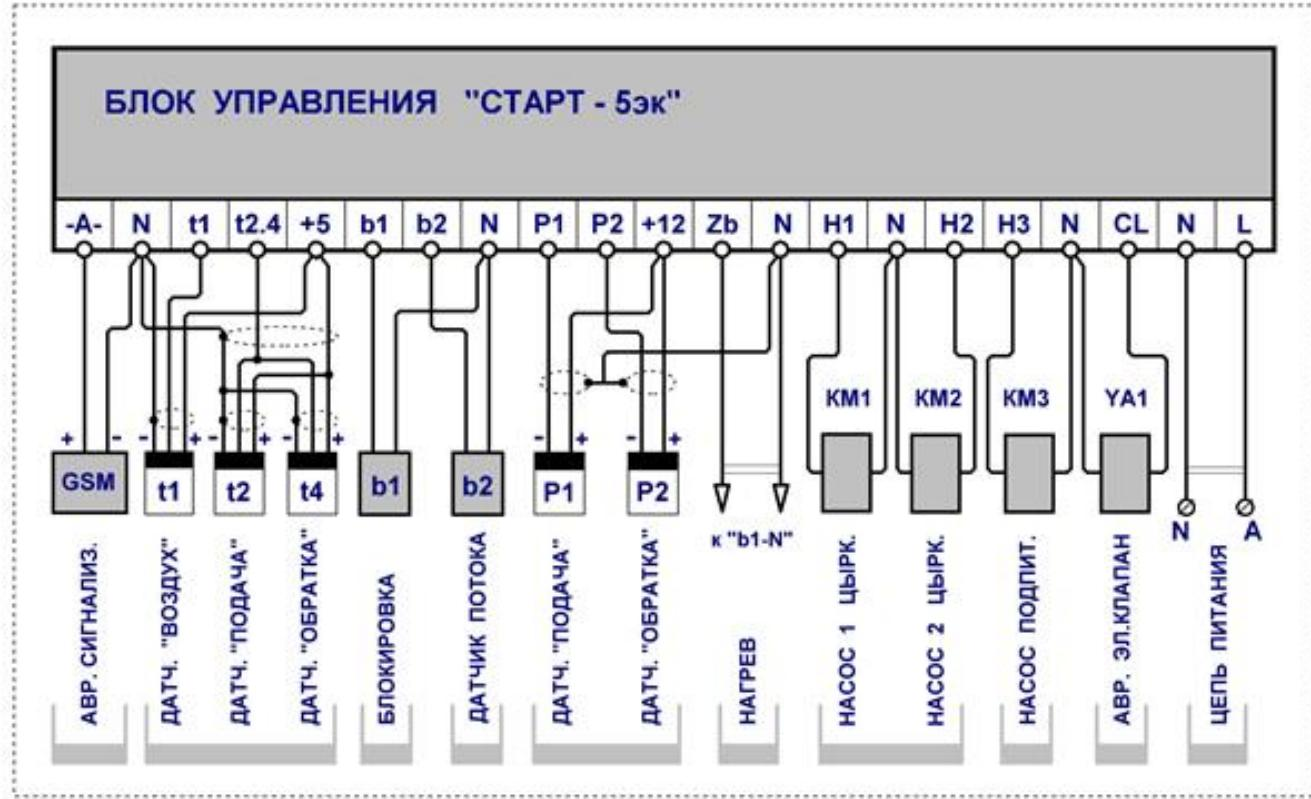

Рис. 3. Схема подключения
6.2. Схема подключения контроллера приведена на Рис.3. Для обеспечения надежности электрических соединений рекомендуется использовать провода или кабели с медными многожильными жилами. Зачистку жил необходимо выполнять с таким расчетом, чтобы их оголенные концы после подключения к контроллеру, не выступали за пределы клеммника. Допускается прокладка кабелей к низковольтным датчикам совместно с силовыми кабелями сети 380 В.
6.3. К клеммам «-A» и «N» (см. с лево на право клеммную колодку контроллера Рис.3.) соблюдая полярность, подключается шлейф выносного блока аварийного оповещения (в комплект поставки не входит). Максимальное напряжение, приложенное к линии шлейфа со стороны выносного блока, не более 40 В. Максимальный ток коммутации 1А. В режиме «Авария» шлейф, со стороны контроллера замкнут. Подключение выносного блока производится двухжильным медным проводом сечением $0,5 \div 1,0 \text{ мм}^2$ длиной до 5м. При применении кабеля «Витая пара» «FTP-2×2×0.52 Кат.5» длина может достигать не более 200м.